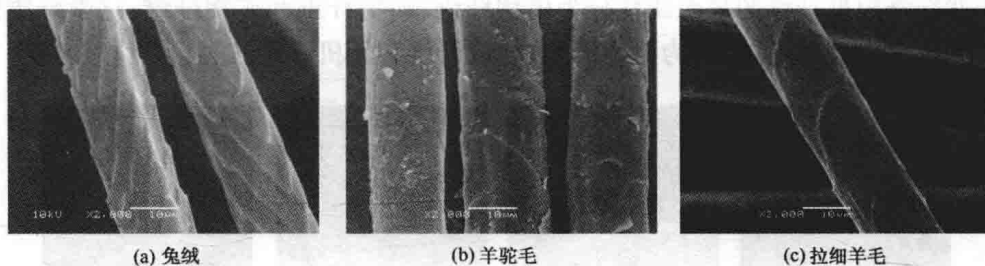

图 1-4 动物毛发纤维纵面形态
(1) **纤维的结构** 纤维大分子结构、超分子结构和形态结构特征的认识。其中形态结构分为纵面和截面两种,借助于显微镜能够观察,是纤维品种鉴别的重要方法。图 1-4 为动物毛发纤维的纵面形态特征图。